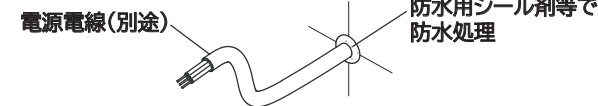

図7
- ・取付けは、同梱の防水・絶縁ブッシュを使用し、取付ネジで確実に固定してください。(図7)